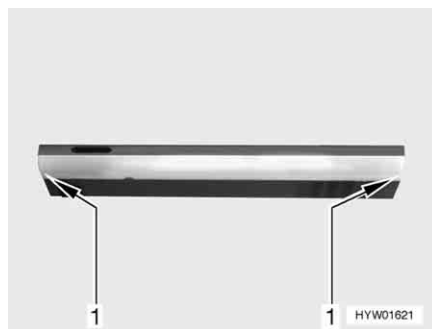

Fig. 257 Luce area cottura
- Tirare il vetro della luce (Fig. 257,1). Iniziare ad estrarre la luce area cottura tirando sempre a destra o a sinistra.